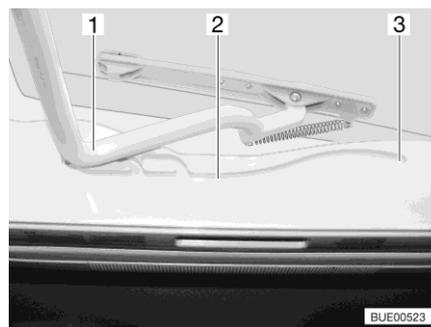

Fig. 95 Guida (oblò Heki)
- Tirare la staffa (Fig. 95,1) nelle guide (Fig. 95,2) fino alla posizione più all'indietro (Fig. 95,3).
- Spingere la staffa (Fig. 95,1) leggermente verso l'alto con ambedue le mani.
- Tirare la staffa nelle guide (Fig. 95,2) fino alla posizione desiderata.